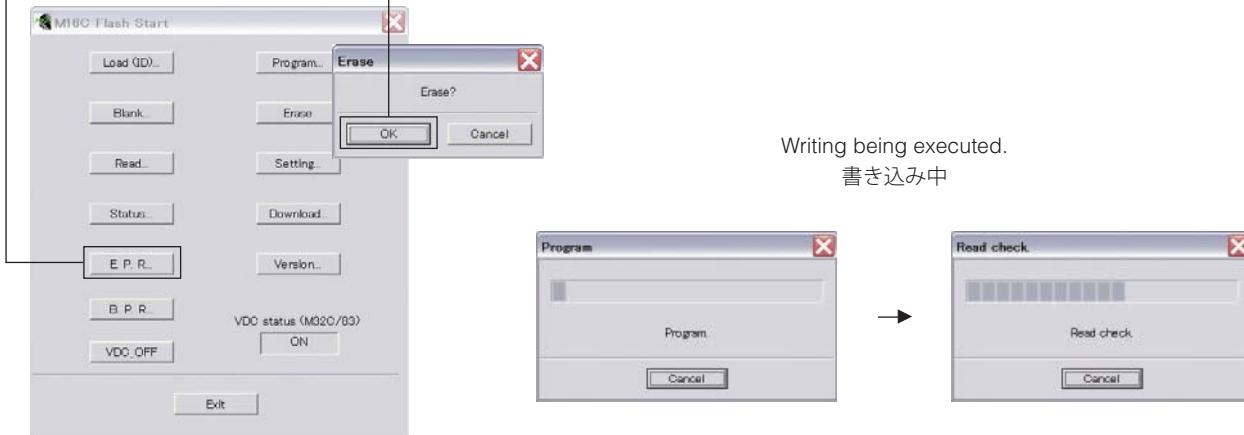

Fig. 5
6. Click [E.P.R.], then the "Erase" screen appears. (Fig. 5)
7. Click [OK] to start writing. (Fig. 5)
6. [E.P.R.] をクリックすると、「Erase」が表示されます。 (Fig. 5)
7. [OK] をクリックし、書き込みを開始します。 (Fig. 5)